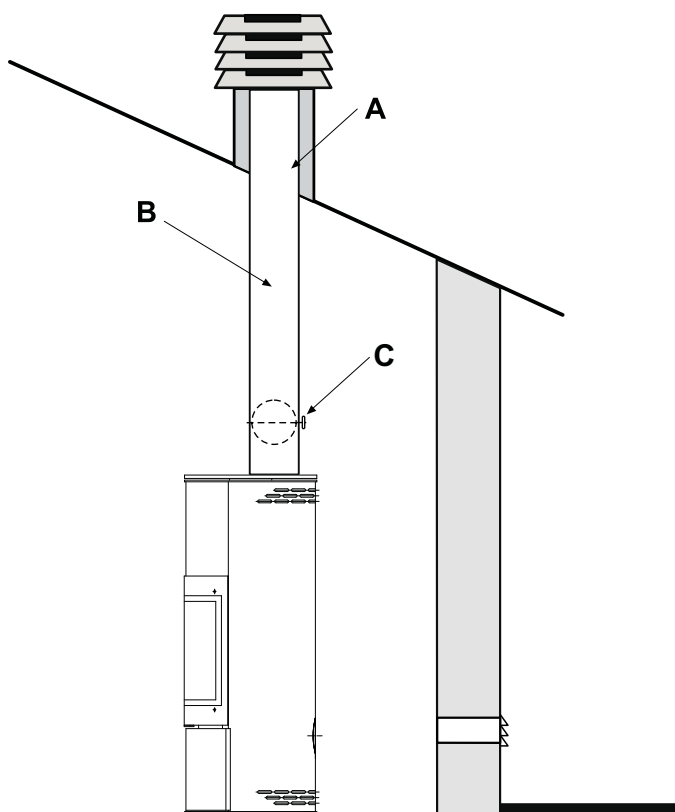

Fig. 5.5.2
- In caso di canna fumaria di sezione maggiore è necessario "intubare" la canna fumaria con una tubazione in acciaio (con diametro in funzione del percorso) opportunamente isolata (Fig. 5.5.2).
E' opportuno installare un dispositivo (C Fig. 5.5.2) di regolazione del tiraggio nel canale da fumo.
- ! - **If the flue has a larger cross-section it is necessary to insert a steel pipe** (with a diameter based on the path) which is properly insulated (Fig. 5.5.2)
It is recommended you install a device (C Fig. 5.5.2) that adjusts the draught of the flue.
- Bei einem Rauchfang mit größeren Innenmaßen muss** ein dementsprechend isoliertes Stahlrohr (mit Durchmesser je nach Strecke) eingeführt werden (Abb. 5.5.2).
Im Rauchkanal sollte eine Vorrichtung (C Abb. 5.5.2) zur Regelung des Abzugs installiert werden.
- Aprire completamente la valvola fumo (C Fig. 5.5.2).
- Completely open the smoke valve (C Fig. 5.5.2).